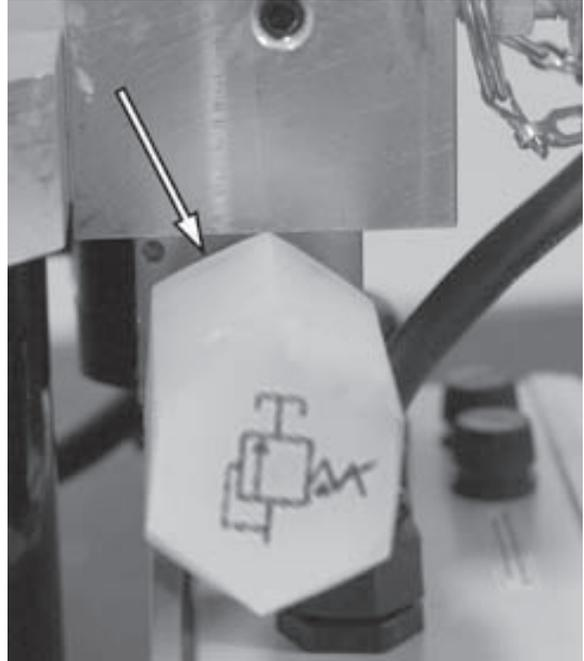

Abbildung 10.
4. Siehe Abbildung 10. Drehen Sie das Druckregelventil auf die gewünschte Position. Ein Drehen im Uhrzeigersinn erhöht den Druck, ein Drehen gegen den Uhrzeigersinn senkt den Druck.